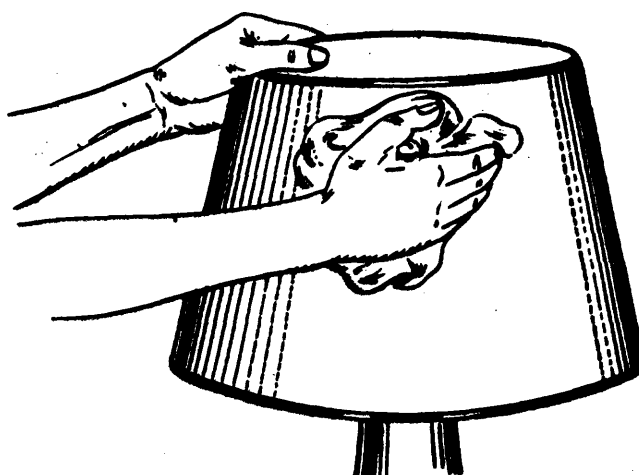

Fig. 4
- 9° paso - *Limpie la pantalla de la veladora (fig. 4).*